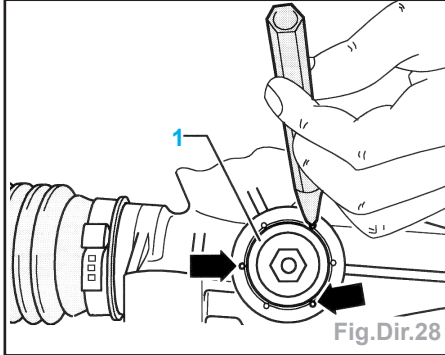

Fig.Dir.28
- Empêcher la vis de réglage (1) de tourner (Fig.Dir.28).